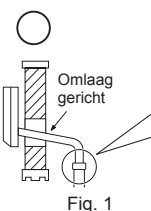

Fig. 1
- De afvoerslang dient voor een goede afvoer omlaag gericht te zijn. (Fig. 1)